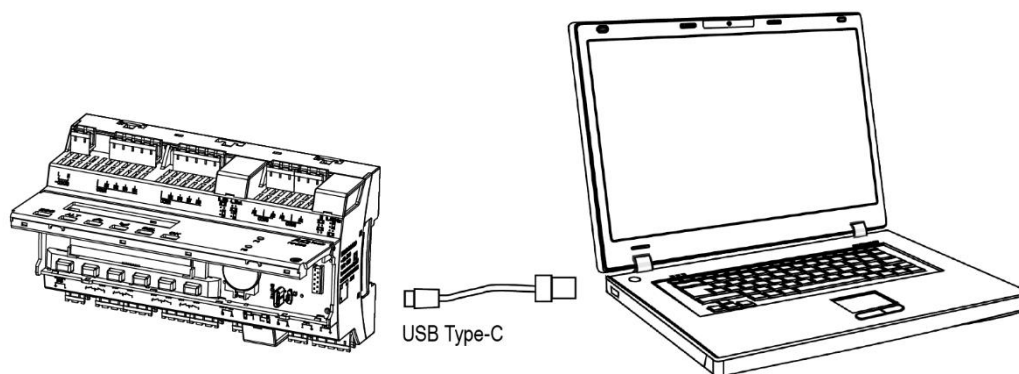

Рисунок 5.18 – Схема підключення пристрою до ПК
1. Підключити пристрій до ПК (див. рисунок 5.18).